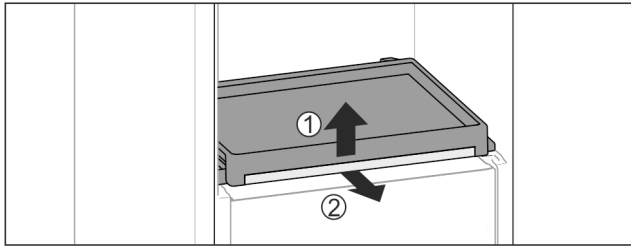

Fig. 111
- ▶ Извадете изтеглящата се дъска със стъклената плоча: Повдигнете леко отпред стъклената плоча Fig. 111 (1) и я изтеглете напред Fig. 111 (2).